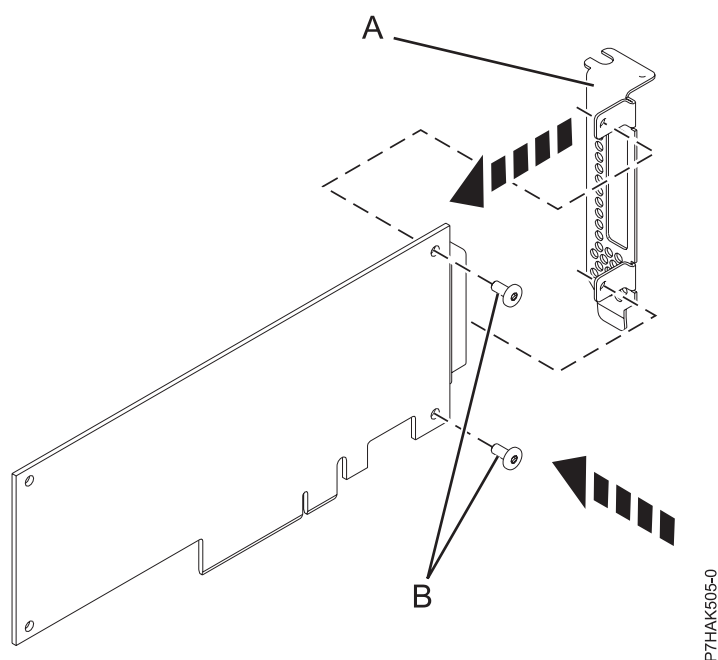

Figure 13. Fixation de la contre-poupée extra-plate sur une carte PCI
11. A l'aide d'un tournevis cruciforme, vissez les deux vis de fixation (B) pour fixer la contre-poupée (A) provenant de la carte PCI défectueuse sur la nouvelle carte PCI. Voir figure 13.